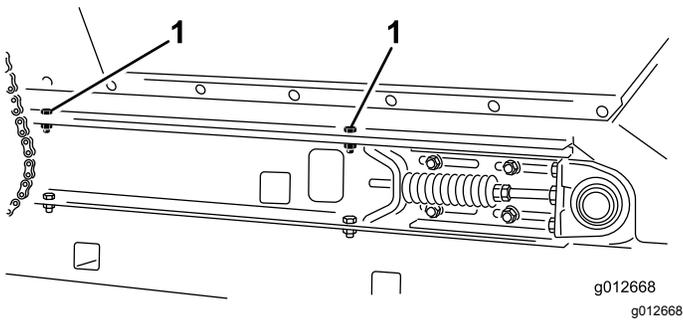

图31
4. 在机器两侧用在 拆除滑行滚道 \(页码 18\)中卸下的 2 个平头螺丝、2 个垫圈和 2 个锁紧螺母将料斗固定到滑行机架轨道上图31。